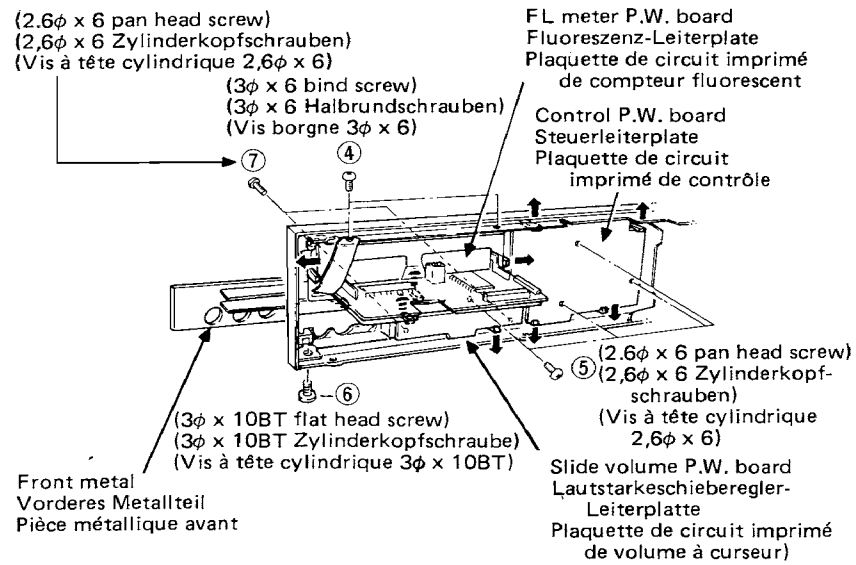

Fig. 3 Abb. 3
Disengage 2 nails after removing 2 screws ④. (To be changed together with the P.W. board during service) (Fig. 3)
Disengage 5 nails after removing 4 screws ⑤. (Fig. 3)
After removing front metal after removing 1 screw ⑥, remove 2 screws ⑦ and 2 nails. (Fig. 3)
Die zwei Stifte nach dem Entfernen der 2 Schrauben ④ lösen. (Zusammen mit der Leiterplatte bei der Wartung austauschen). (Abb. 3)
Die fünf Stifte nach dem Entfernen der vier Schrauben ⑤ lösen. (Abb. 3)
Das vordere Metallteil nach dem Lösen der Schraube ⑥ abnehmen und dann die zwei Schrauben ⑦ und beiden Stifte lösen. (Abb. 3)
Libérer les deux clous après avoir déposé les deux vis ④. (Pour changement avec la plaquette de circuit imprimé pendant l'entretien) (Fig. 3)
Libérer les cinq clous après avoir déposé les quatre vis ⑤. (Fig. 3)
Après avoir déposé la pièce métallique frontale et une vis ⑥, déposer les deux vis ⑦ et les deux clous. (Fig. 3)